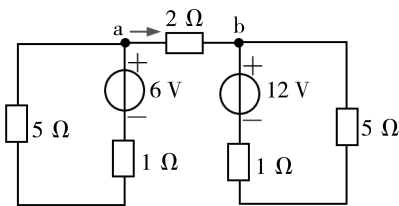

图 1-24 第 3 题图
3. 在图 1-24 所示的电路中, 已知电压、电阻如图所示, 问流过 $6\ \text{V}$ 电源、 $12\ \text{V}$ 电源以及 $2\ \Omega$ 电阻中的电流分别为多少?